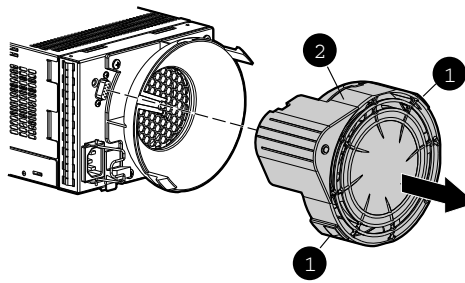

図 2. 冷却ファンの取り外し
- 赤紫色をした2つのマウント ラッチを押しながら (1、図 2)、冷却ファンを電源装置から引き抜きます (2)。